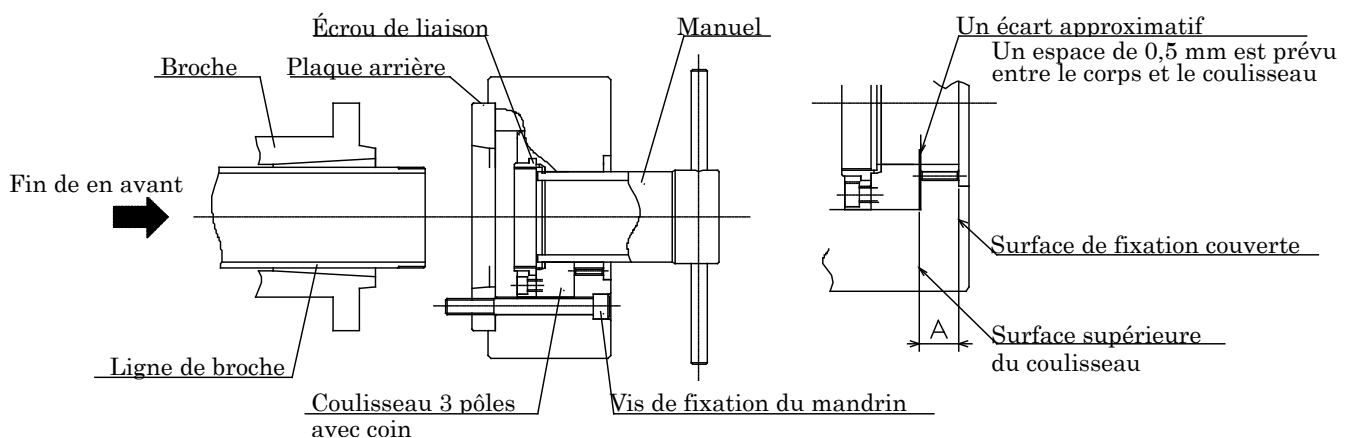

Figure 20
- La position correcte du plongeur conique à l'extrémité avant du pot de serrage (figure 20) est la position correspondant à la dimension A du tableau ci-dessous.